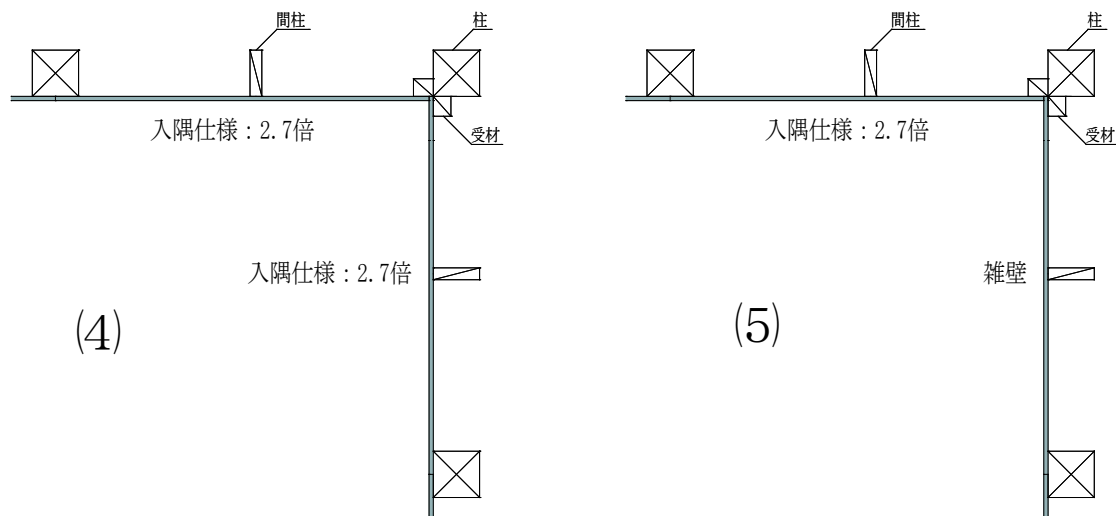

図13 入隅部の納まり図②
- ・(4)直交する両壁ともに耐力壁（2.7倍）とできます。また、(5)直交するどちらかの壁が雑壁であった場合でも、もう一方の壁は耐力壁（2.7倍）とできます（図13）。尚、入隅部面材の勝ち負けおよび1P・2Pは問いません。